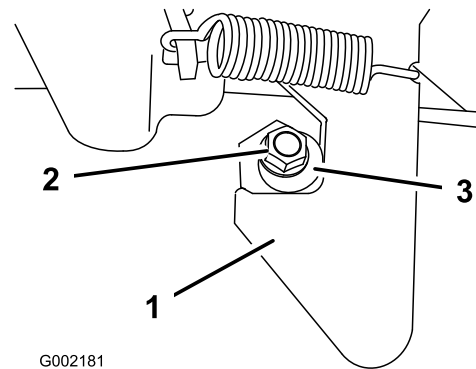

Figure 69
1. Desserrez le contre-écrou au bout de l'ergot de verrouillage (Figure 69).
2. Tournez l'ergot de verrouillage dans le sens horaire jusqu'à ce qu'il soit bien serré contre la partie en crochet du loquet (Figure 69).